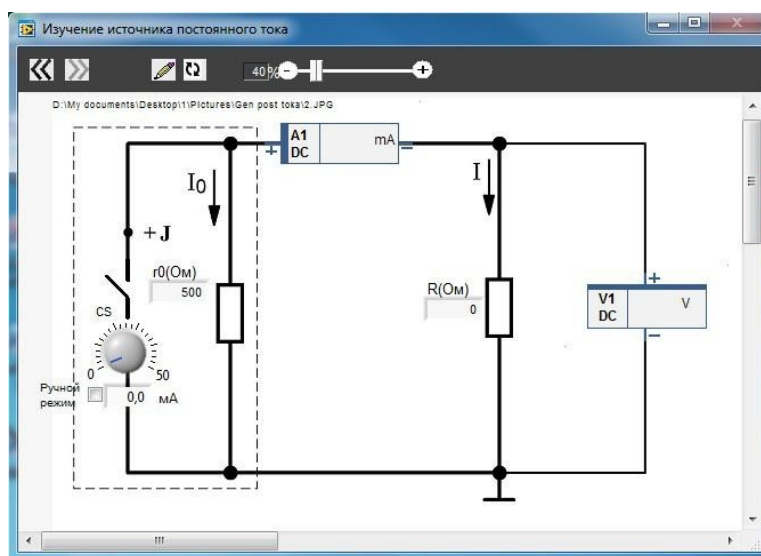

Рисунок 1.28
3. Соберите на плате цепь в соответствии со схемой на рисунок 1.28. Установите номинал внутреннего сопротивления r_0 , соответствующей заданному преподавателем варианту из таблицы 1.6.